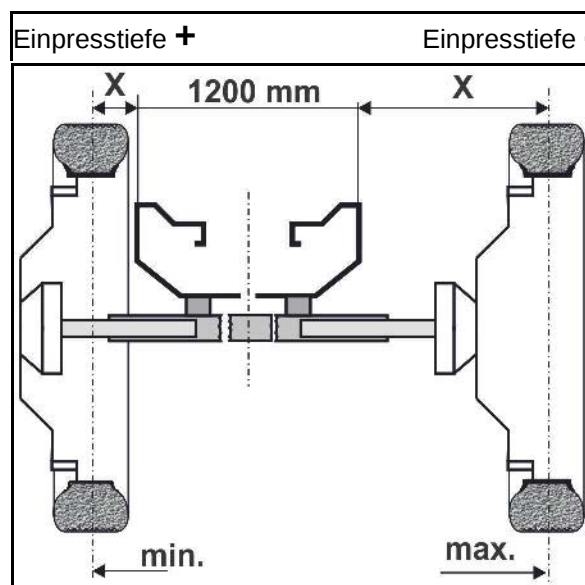

Fig. 119
5. Achshälfte in die gewünschte Position einschieben bzw. ausziehen. Hierzu Maß x von Außenkante Grundrahmen (Fig. 119/1) bis Mitte Spritzenrad ermitteln und Achshälfte entsprechend einschieben bzw. ausziehen.